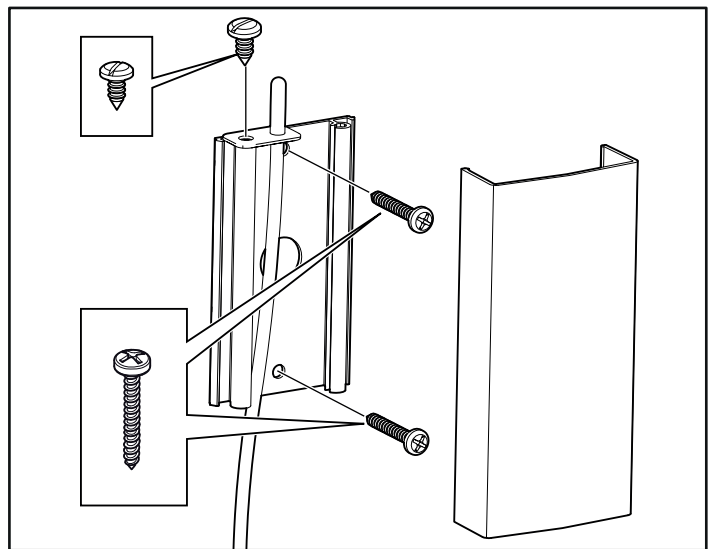
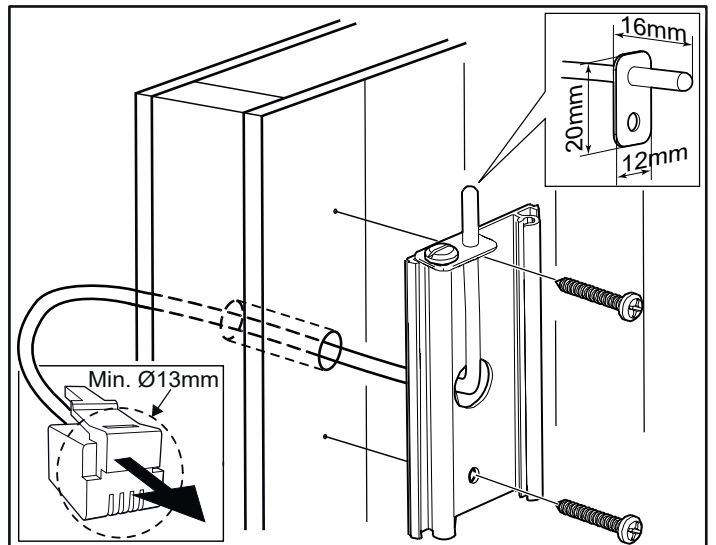

Fig 15: Montering av sensorn
Fig 16: Ledningsdragnig genom vägg.
9. Montera sensorn på väggen se Fig 15. Termistorledningen kan även dras igenom väggen. Täta eventuella hål i väggen bakom sensorn, se Fig 16. Termistorledningen kan förlängas utanför bastun med svagströmsledning (2-ledare).